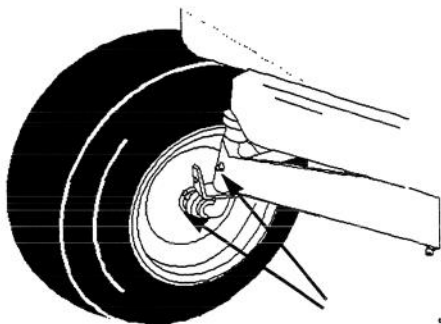

Figure 23
1. Graisser les roues avant et les pivots jusqu'à ce que la graisse commence à sortir des roulements (Fig. 23).
2. Graisser le pivot d'essieu avant (Fig. 23).